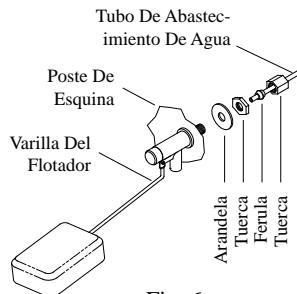

Fig. 6
- Instale la válvula del flotador.** Instale la válvula en el agujero que se encuentra en el poste de esquina (fig. 6) y coneete el tubo de agua.
- Llene la bandeja con agua.** Permita que se llene la bandeja con agua hasta una altura de una pulgada por debajo del borde superior de la bandeja y ajuste el flotador para que mantenga este nivel. Esto se puede lograr torciendo la varilla para arriba o para abajo (fig. 6).